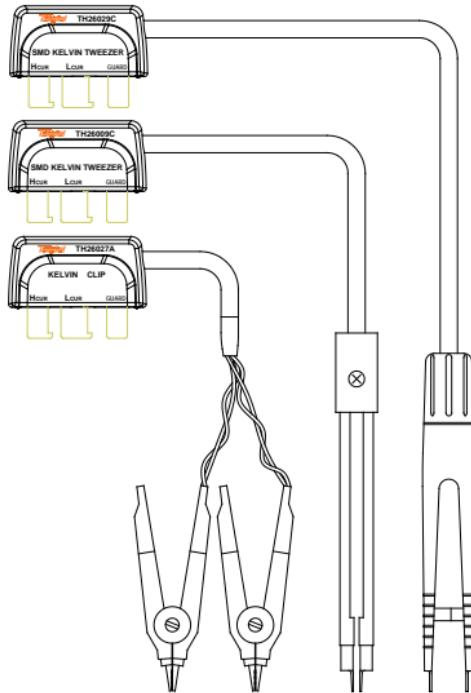

图13 – 四端测试附件
3. 将电容插入测试槽，或选用合适的测试附件（橡胶插头-鄂鱼夹，测试夹或SMD测试钳等）接入被测电容。如图13，图12为可选用的四端测试附件。